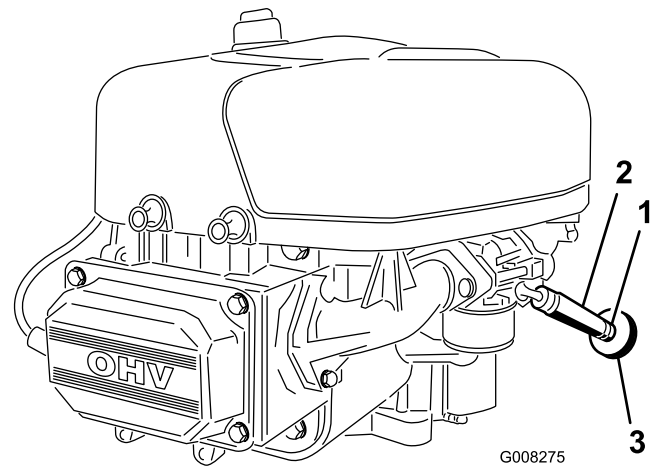

Figura 26
7. Afloje la abrazadera cerca del filtro de combustible y deslícela por el tubo, alejándola del filtro de combustible (Figura 26).
8. Retire el tubo de combustible del filtro (Figura 26).
11. Acerque la abrazadera al filtro de combustible para fijar el tubo de combustible (Figura 26).
El mejor momento para cambiar el filtro de combustible (Figura 26) es cuando el depósito de combustible está vacío. No instale nunca un filtro sucio después de desmontarlo del tubo de combustible.